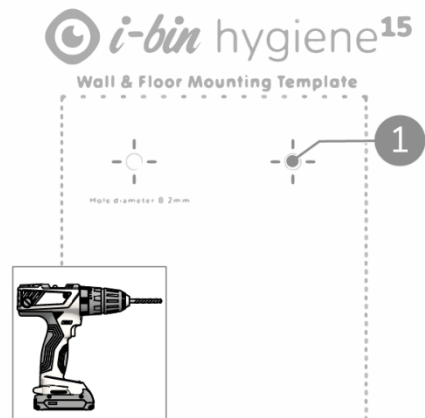

Figura 13
Marque los cuatro orificios (pos 1, Figura 13) en la plantilla con un martillo y un clavo en la pared. Taladre los agujeros con una broca de $\text{Ø}6 \text{ mm}$ ($1/4''$). Profundidad 40 mm ($1 \text{ 3/8}''$).